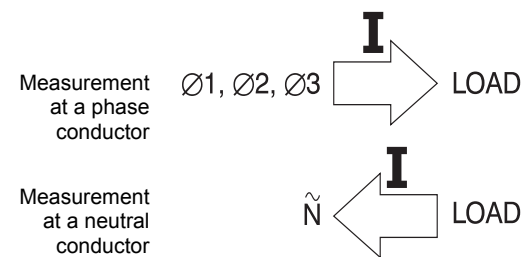

Figura 6. Orientación de la sonda flexible
5. Asegúrese de que la flecha marcada en los puntos de acoplamiento de la sonda estén en la orientación correcta para una correcta presentación de la fase en el osciloscopio. (Ver Figura 6.)